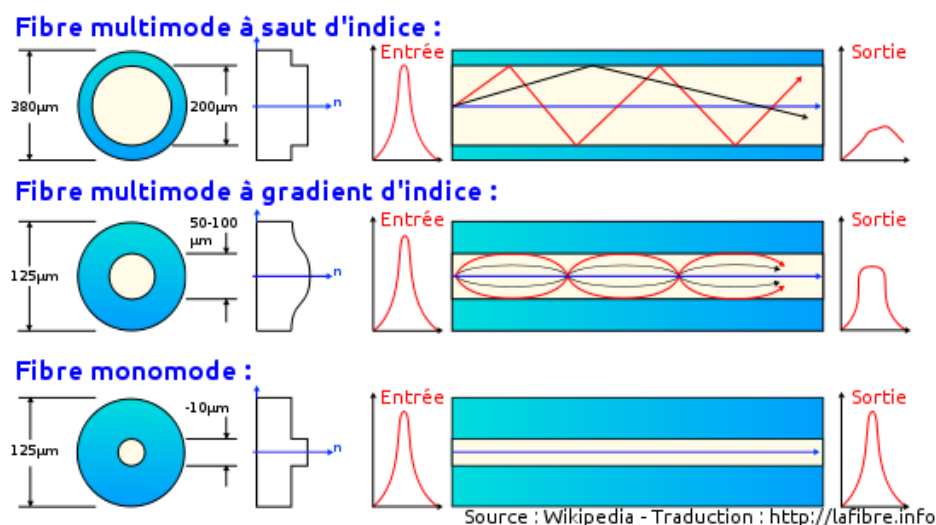

Figure 9. Fibres optiques multimodes et monomodes.
4. Il existe deux familles de fibres optiques : les fibres **multimodes** et les fibres **monomodes**. Voir Figures 9 et 10 et Tableau 2. Les constructeurs de fibres optiques adaptent le **profil des indices** de réfraction cœur-gaine selon la longueur d'onde.
Expliquer pourquoi dans la fibre optique multimode à gradient d'indice (Figure 9 milieu) les modes sont paraboliques.